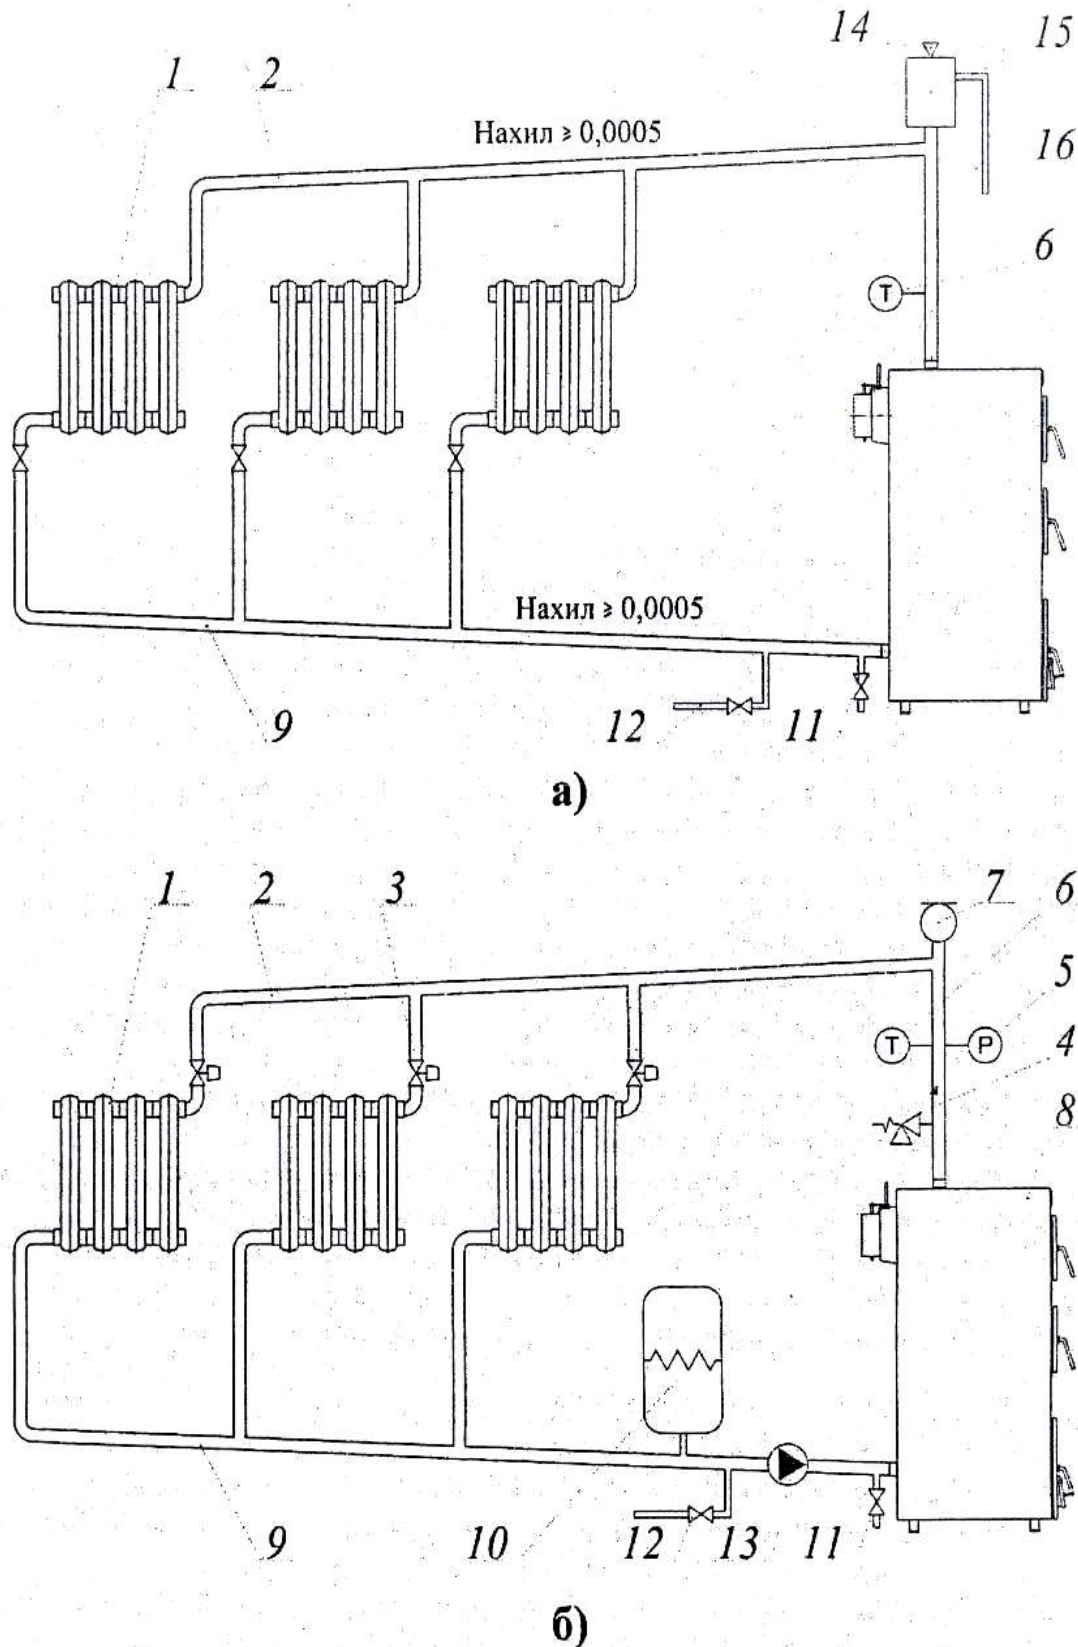

Рис. 5. Схеми під'єднання котла до системи опалення:
- 6.5. Після під'єднання заповнити систему водою і перевірити на герметичність. Схема під'єднання котла до системи опалення приведена на рис. 5.